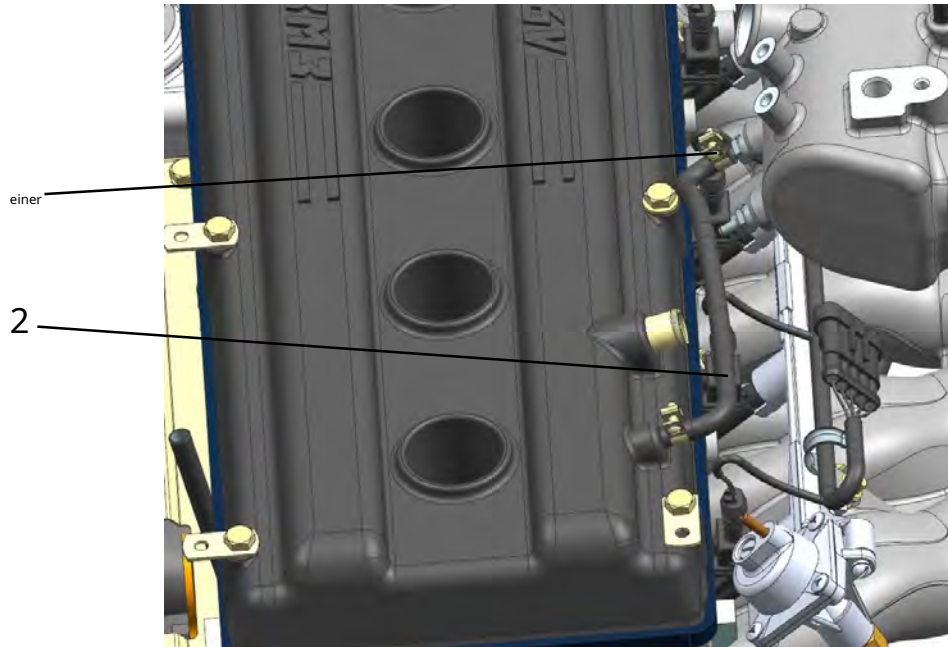

Abb. 199. Schlauch des kleinen Abzweigs der Kurbelgehäuseentlüftung montieren:
3. Schlauch 2 (Abb. 199) des kleinen Abzweigs der Kurbelgehäuseentlüftung mit einer Schelle montieren Install mi 1 am Abzweigrohr des Ventildeckels und am Empfängeranschluss. Sichern Sie den Schlauch mit Schellen, indem Sie die Schellenschrauben mit einem Drehmoment von 1 ... 2,9 N m (0,1 ... 0,3 kgf m) anziehen.